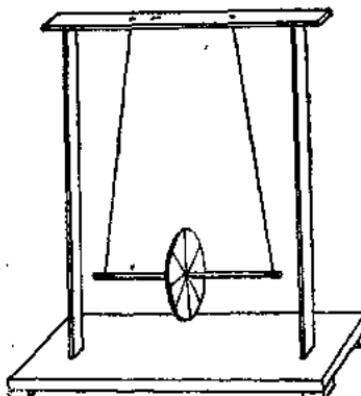

图 3
4. 最后把线的两端穿过图中所示的支架横梁上的小孔。装置时要求两根线的长度相等，并使中心轴保持水平。这样一个七色的滚摆就做成了（图 3）。